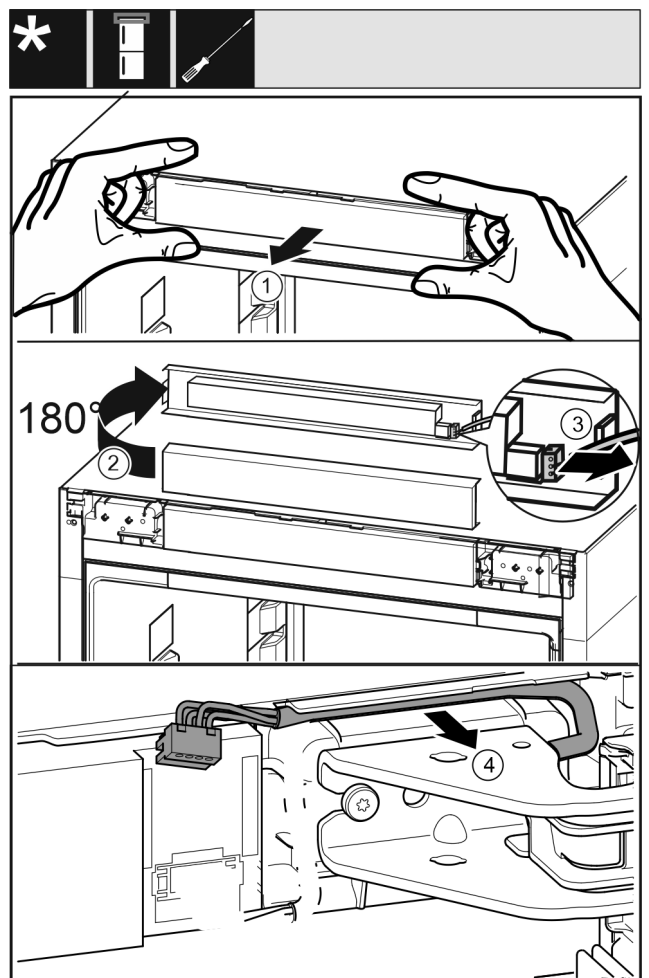

Fig. 17
- ▶ Bedienblende des Geräts vorsichtig nach vorne lösen. *Fig. 17 (1)*
- ▶ Bedienblende nach oben um 180° drehen. *Fig. 17 (2)*
- ▶ Die Rastnase nach hinten drücken und den Stecker vorsichtig herausziehen. *Fig. 17 (3)*
- ▶ Kabel über Lagerbock vorsichtig aus der Führung lösen. *Fig. 17 (4)*